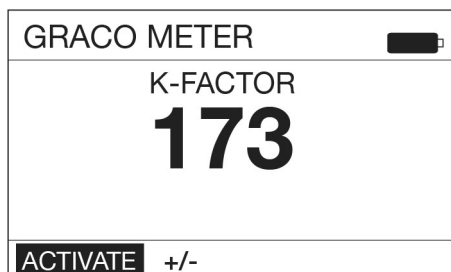

图 15
4. 显示图 15 中所显示的校准 k 系数屏幕。
5. 选择“激活”并按键盘中心的回车按钮以开始进行计量分配阀校准（图 15）。